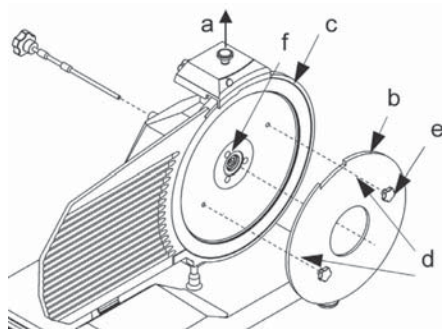

Fig. 7 - Installazione dello strumento di plexi (b) per rimuovere la lama
Per lavare la lama dall’altra parte si deve rimuoverla (vedere Fig. 7).
- rimuovere la protezione della lama (vedere fig. 7);